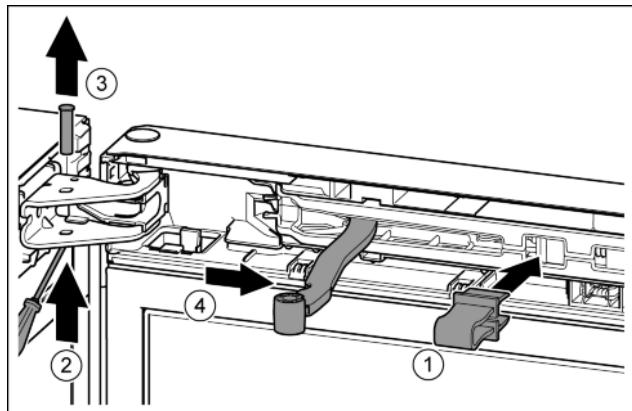

Fig. 10
- Зафіксуйте запобіжник в отворі. Fig. 10 (1)
► Виштовхніть палець за допомогою викрутки. Fig. 10 (2)
► Вийміть гвинт рухом нагору. Fig. 10 (3)
- Поверніть шарнір у напрямку дверцята. Fig. 10 (4)